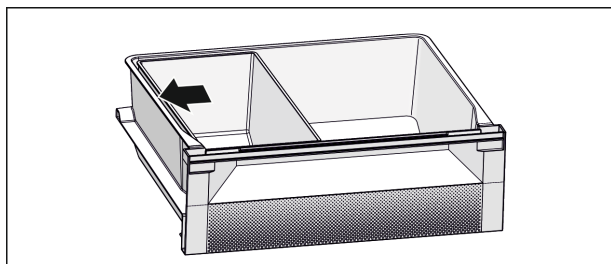

Fig. 7
- För optimal kylningsfunktion: Placera Fish & Seafood-delen enligt bilden (se Fig. 7).